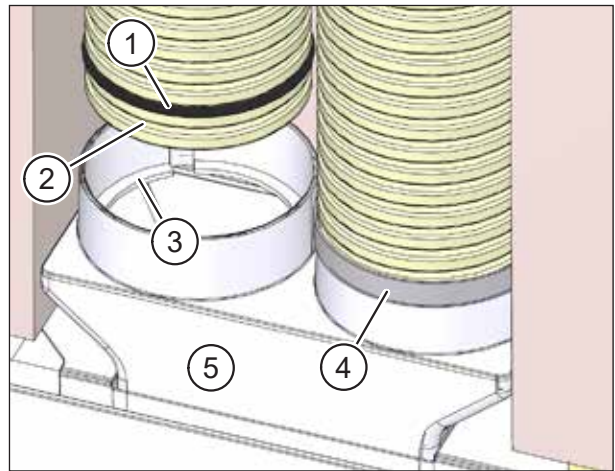

Abb. 28: Flexrohrverbindung mit Dichtband fixieren
- ▶ Setzen Sie Dichtringe (Pos. 1 in Abb. 28) in die zweite Rille am Flexrohr ein. Diese sind als Zubehör M-WRG-FR-DR75 (Art.-Nr. 5056-41/75) oder M-WRG-FR-DR63 (Art.-Nr. 5056-41/63) für die entsprechenden Durchmesser erhältlich.
- ▶ Setzen Sie die Flexrohre in die Öffnungen des Flexrohradapters (Pos. 5 in Abb. 28) ein. Stellen Sie sicher, dass die erste Rille am Flexrohr (Pos. 2 in Abb. 28) im Rastring (Pos. 3 in Abb. 28) des Flexrohradapters einrastet.
- ▶ Empfehlung: Dichten Sie die Verbindungsstelle mit einer Lage Dichtband von 30 mm Breite ab (Pos. 4 in Abb. 28).